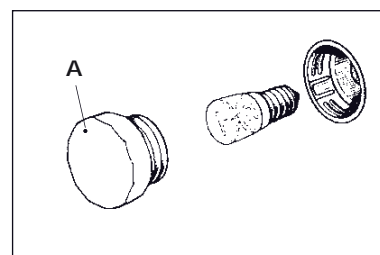

Fig. 7
Destornillar el casquete de protección (A. - Fig. 7) que se encuentra en el interior del horno y acceder a la lámpara. Después de haber reemplazado la lámpara, colocar de nuevo la cubierta de protección (A).